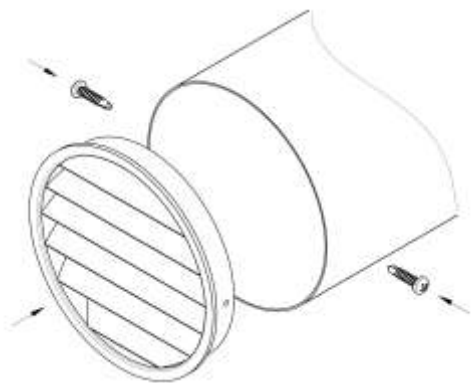

Рис. 14
4. Закрепите на конец трубы декоративную решетку (см. Рис. 14), исключив возможность ее выпадения.